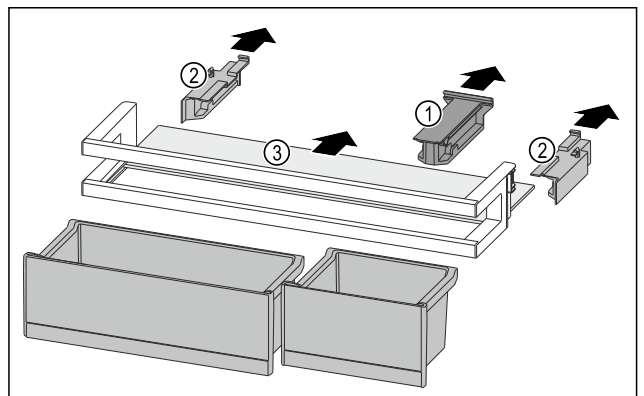

Fig. 100
- ▶ Retirer la pièce de retenue Fig. 100 (1).
- ▶ Retirer les parties latérales Fig. 100 (2).
- ▶ Retirer la tablette de rangement Fig. 100 (3).